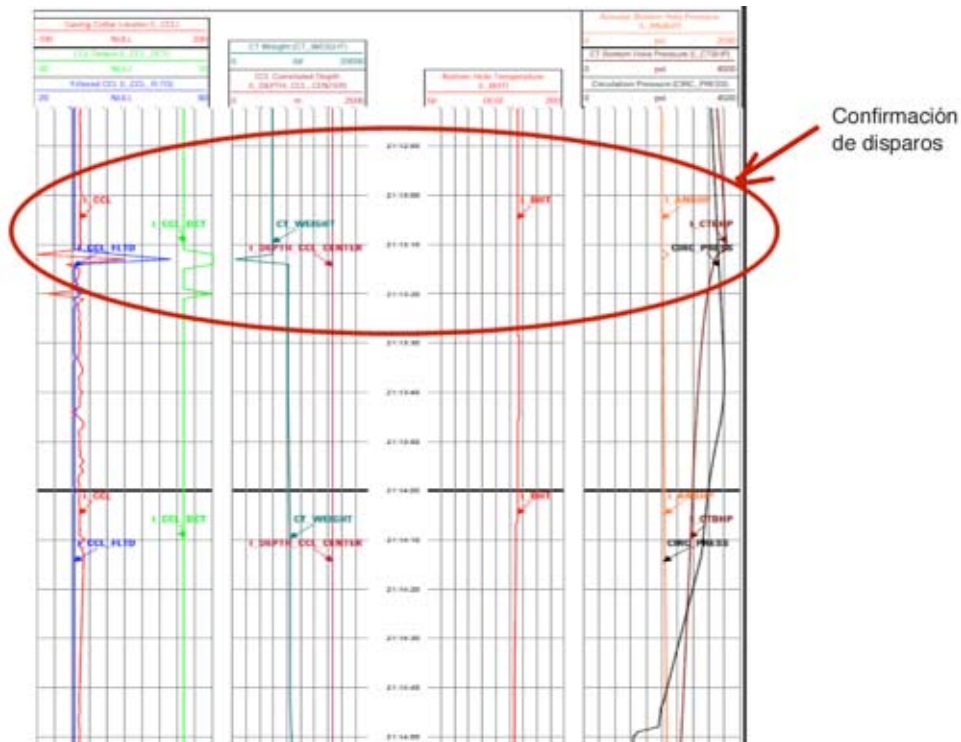

Figura 9. Confirmación de los disparos (se observa un incremento de la presión del pozo por efecto del punzado abierto)
- Gracias a la observación de la presión de fondo, pudimos ver claramente el efecto de aumento de presión de los nuevos punzados (figura 9).